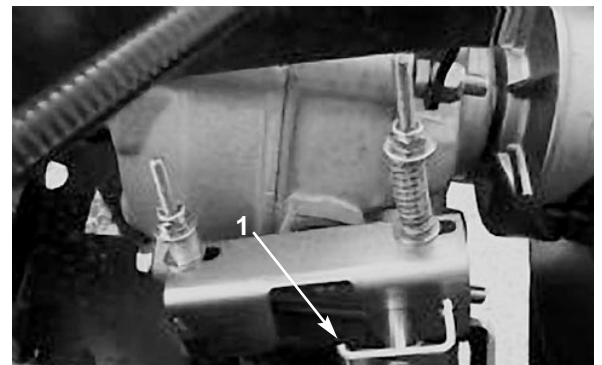

Bild 16
1. Drehen Sie, um die Hinterachse auf Neutral zu schalten, den Sperrstift am Schaltblock um 180° (Bild 16).